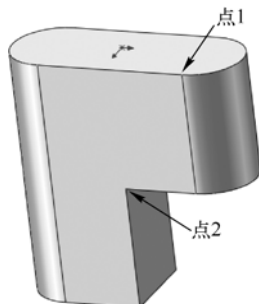
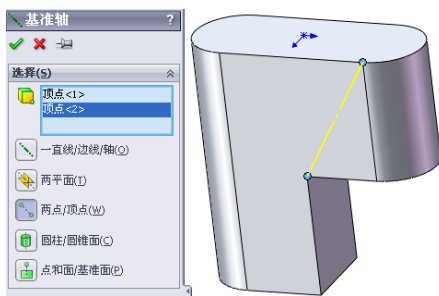

图 4-28 打开的文件实体
图 4-29 “基准轴”属性管理器 3
(1) 执行“基准轴”命令。选择菜单栏中的“插入”→“参考几何体”→“基准轴”命令, 或者单击“参考几何体”操控板中的 (基准轴) 按钮, 此时系统弹出“基准轴”属性管理器。
(2) 设置属性管理器。在“第一参考”选项框中, 选择如图 4-28 所示的点 1。在“第二参考”选项框中, 选择如图 4-28 所示的点 2。“基准轴”属性管理器设置如图 4-29 所示。